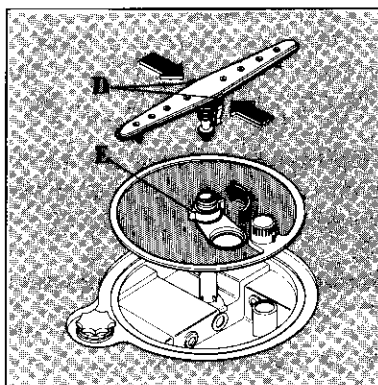

Fig. 11
- Sortez le bras inférieur en pressant les deux ailettes latérales (voir fig. 11).
Pour retirer le filtre **A**, enlevez le bras inférieur en pressant les deux ailettes latérales (**D**-Fig. 11) et tournez vers la gauche l'embout de fixation **E**.